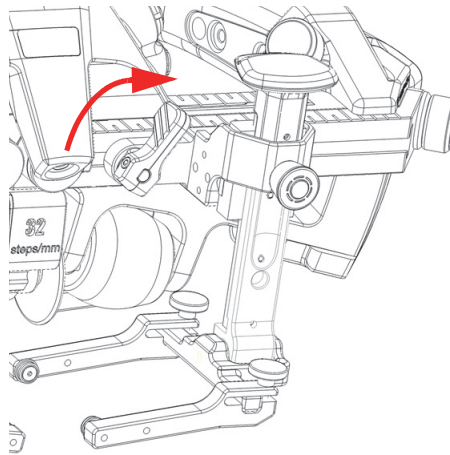

Рис. 2-11 Рычаг в запертом положении
3. Поверните рычаг по часовой стрелке, чтобы зафиксировать крепление ПЭП (Рис. 2-11 на стр 47).